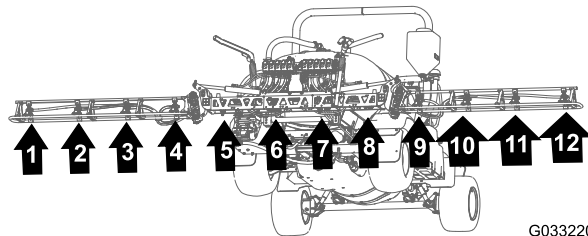

Figura 75
1. Passe os tubos para os bicos do pulverizador 1, 2, 3 e 4 através do grampo em R na extremidade do lado exterior esquerdo da secção da rampa central (Figura 75 e Figura 76).
2. Passe os tubos para os bicos do pulverizador 7, 8, 9 e 10 através do grampo em R na extremidade do lado exterior direito da secção da rampa central (Figura 75 e Figura 76).
3. Passe os tubos de alimentação com 279 cm e as hastes do tubo estriado (3/4 pol.) pela secção da rampa para os bicos do pulverizador 1 e 10, como se mostra na Figura 75 e Figura 76.
4. Passe os tubos de alimentação com 234 cm e as hastes do tubo estriado (3/4 pol.) pela secção da rampa para os bicos do pulverizador 2 e 9, como se mostra na Figura 75 e Figura 76.
5. Passe os tubos de alimentação com 188 cm e as hastes do tubo estriado (3/4 pol.) pela secção da rampa para os bicos do pulverizador 3 e 8, como se mostra na Figura 75 e Figura 76.
6. Passe os tubos de alimentação com 188 cm e as hastes do tubo estriado (3/4 pol.) pela secção da rampa para os bicos do pulverizador 4 e 7, como se mostra na Figura 75 e Figura 76.